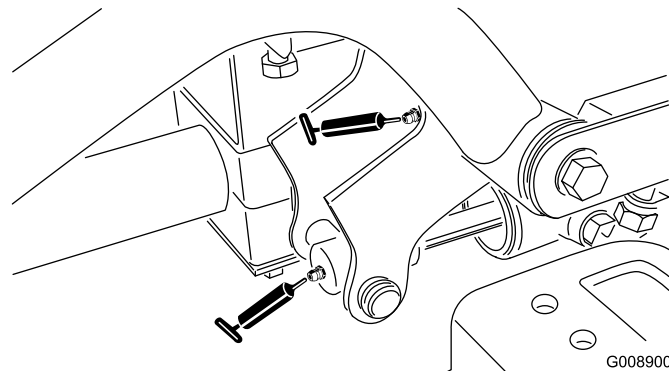

Figura 53
- Articulação do braço de elevação dianteiro esquerdo e cilindro de elevação (2) (Figura 53)